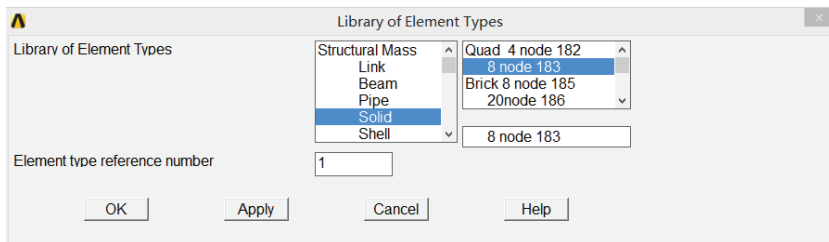

图 8-6 单元类型列表对话框
2) 在 Library of Element Types 列表框中选择 Structural Solid, Quad 8 node 183，在 Element type reference number 输入栏中输入 1，如图 8-6 所示，单击 OK 按钮关闭该对话框。